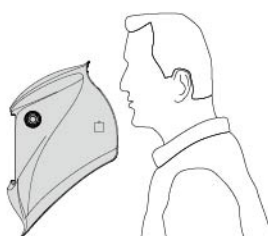

fig.11
- Plasser hjelmskallet slik at innsiden av hjelmen vender mot brystet (se fig.11).